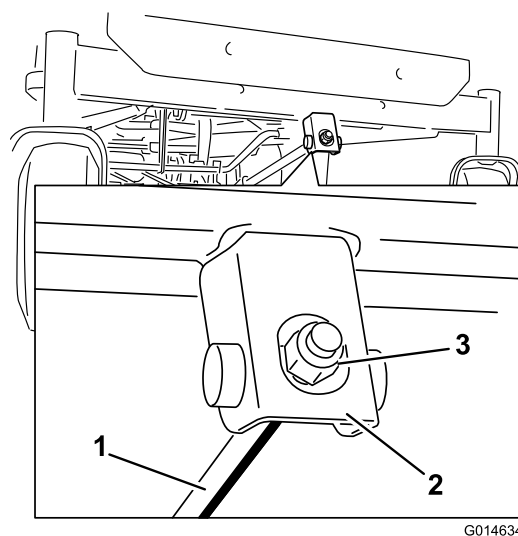

Figura 59
6. Para ajustar la inclinación longitudinal, gire la tuerca de ajuste de la parte delantera del cortacésped (Figura 59).